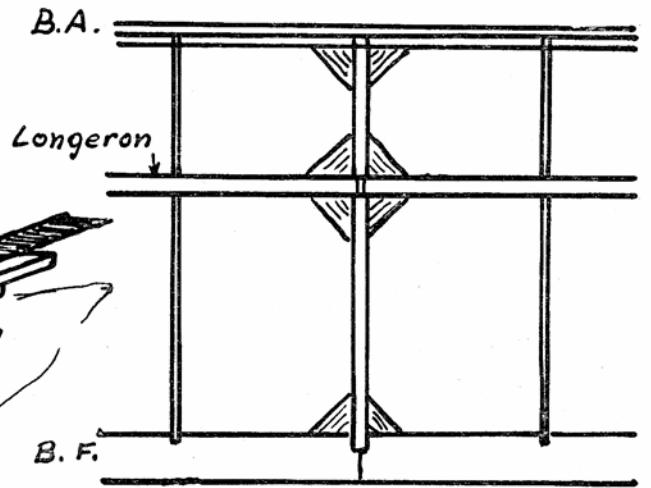

Fig. 24
c) goussets dans les angles formés par l'intersection de cette nervure et des baguettes longitudinales (fig. 24).